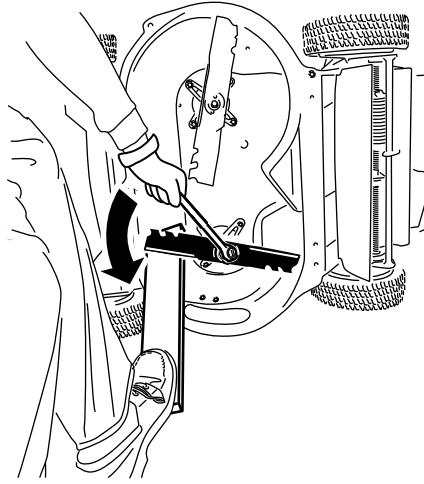

Figure 35
- Utilisez un bloc de bois pour immobiliser chaque lame et tournez le boulon de lame dans le sens antihoraire, comme montré à la Figure 35.